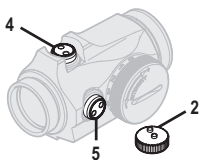

Рис. 3. Колпак регулировочного механизма
- d Для проворачивания регулировочных винтов используйте колпак регулировочного механизма (2) или ключ (13А). Установите выступы колпака регулировочного механизма (2) в углубления регулировочных винтов (4) и (5). См. рисунок 3.